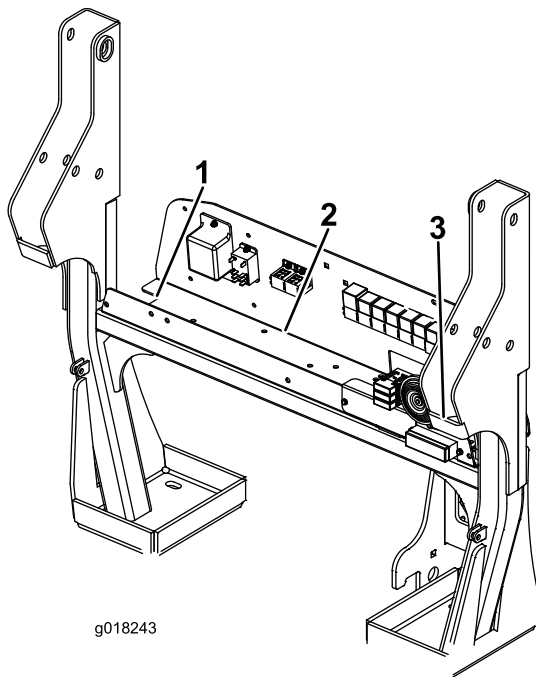
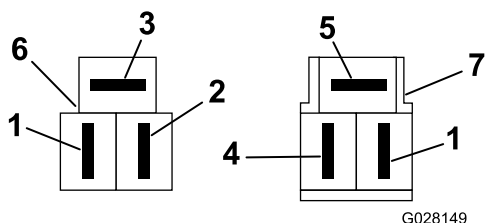

Figura 6
Figura 9
12. Collegate i cavi al cablaggio principale della macchina, situato sulla piastra elettrica (Figura 6), come indicato qui di seguito:
5. Agendo sulla piastra elettrica, collegare il connettore a 3 pin del pressostato elettrico al connettore corrispondente situato sul cablaggio principale della macchina (Figura 6 e Figura 9).